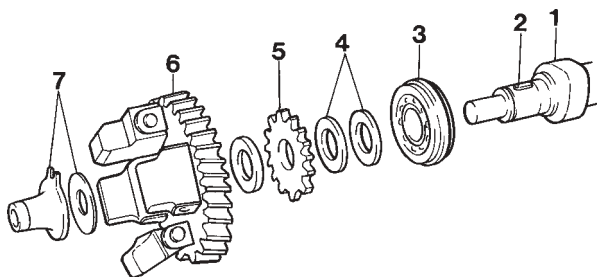

Fig. 69 Arbre à cames
**Remarque :** Si des pièces ont été remplacées sur l'arbre à cames complet, le montage de ces pièces devra être effectué dans l'ordre indiqué par la figure 69.